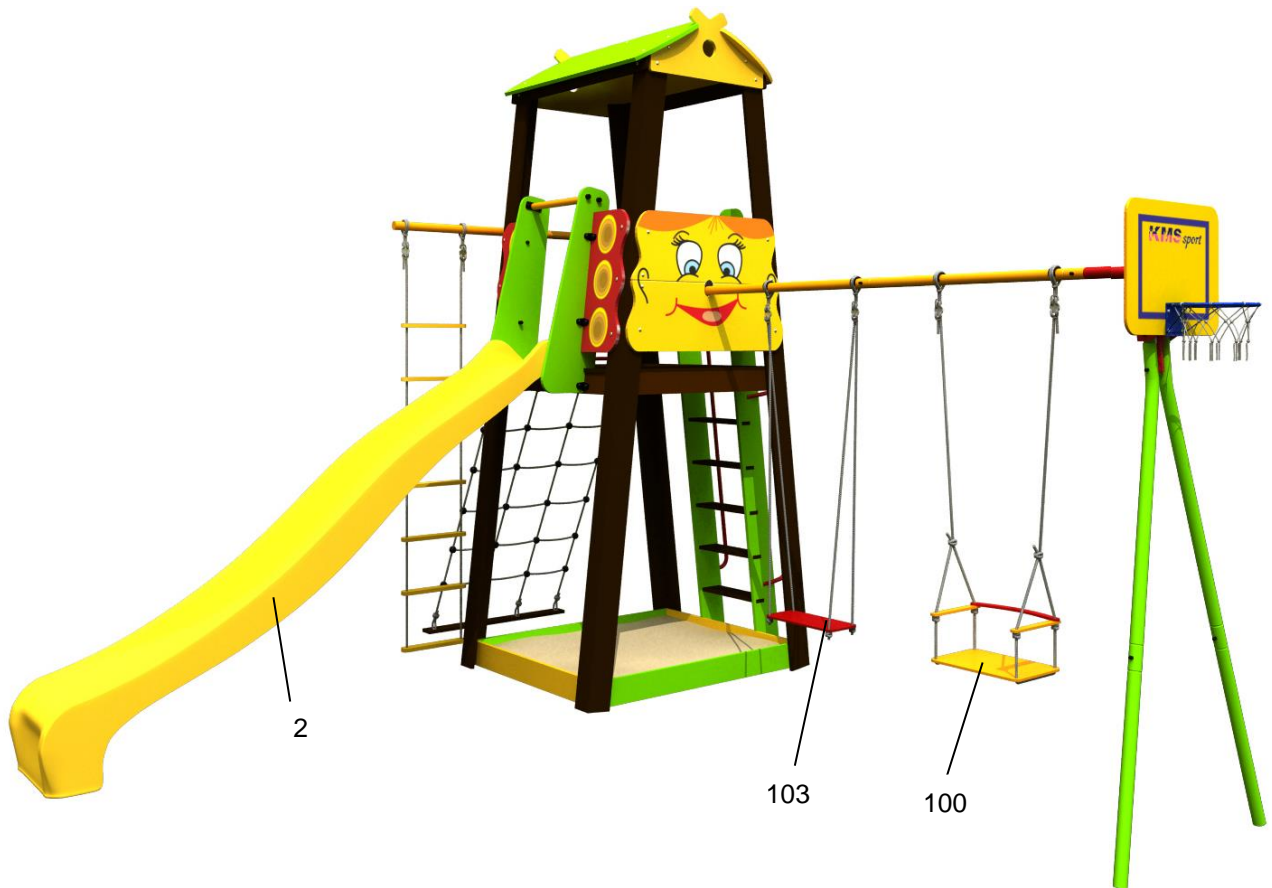

Рис.13
10.4.4. Общий вид КОМПЛЕКСА с рекомендуемым расположением встраиваемого и навесного оборудования показан на обложке и на рис.13.